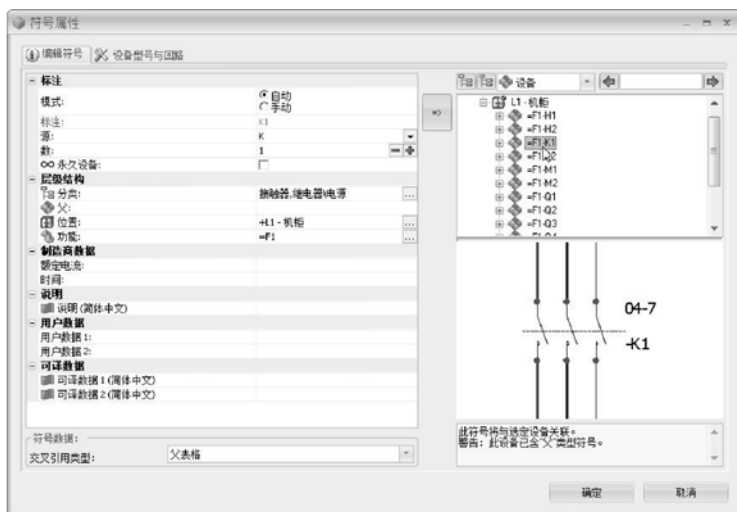
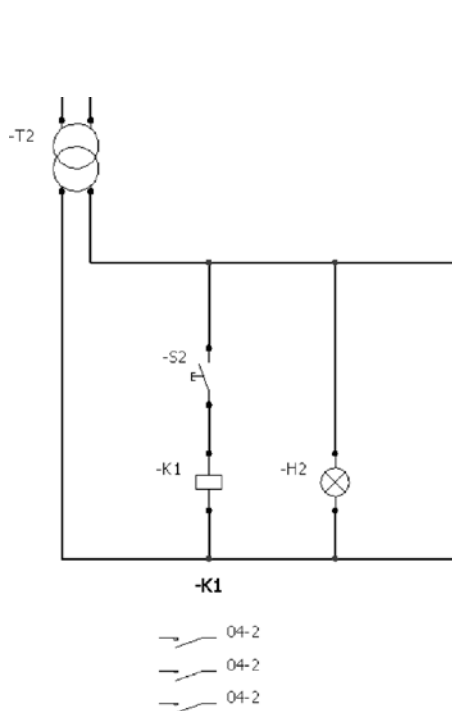

图 7-29 要插入的符号和“符号属性”对话框
图 7-30 线圈插入线路效果
STEP 3 通过相同的插入符号操作, 插入如图 7-29 左图所示的“瞬时继电器线圈”符号, 插入位置如图 7-30 所示。需要注意的是, 在插入的过程中, 在“符号属性”对话框中(图 7-29 右图), 需选中“F1-K1”设备(即前面 7.2.2 节, 步骤 3 中插入的“三极电源触点”符号), 最终效果如图 7-30 所示。